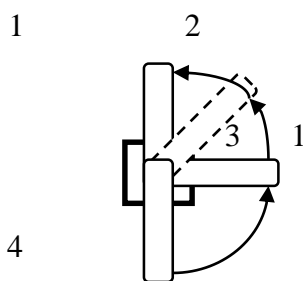
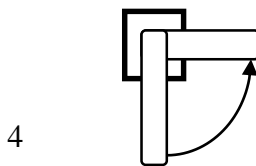

Рис. 1
Рис. 2
2.1. Поворотнo-откиднaя фурнитура (рис.1). Поворотная фурнитура (рис. 2).